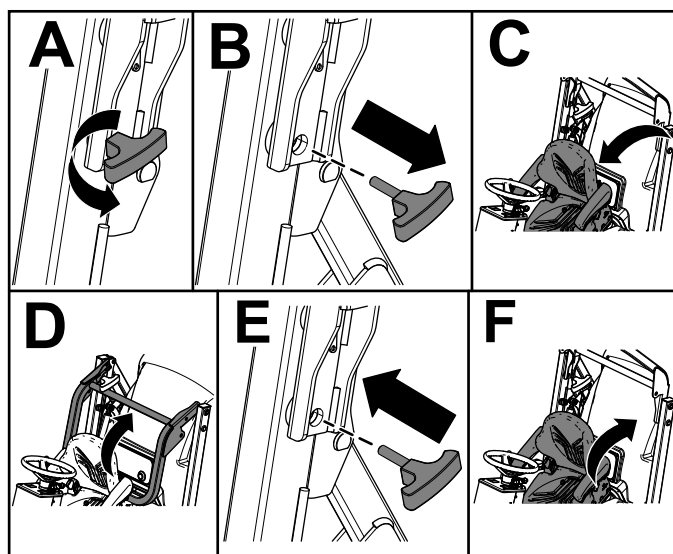

Figura 16
4. Incline el asiento hacia adelante (Figura 16).
5. Retire los pasadores de la barra antivuelco (Figura 16).
6. Eleve la barra antivuelco y sujétela con los pasadores (Figura 16).
7. Incline la parte trasera del asiento hasta la posición de bloqueo (Figura 16).